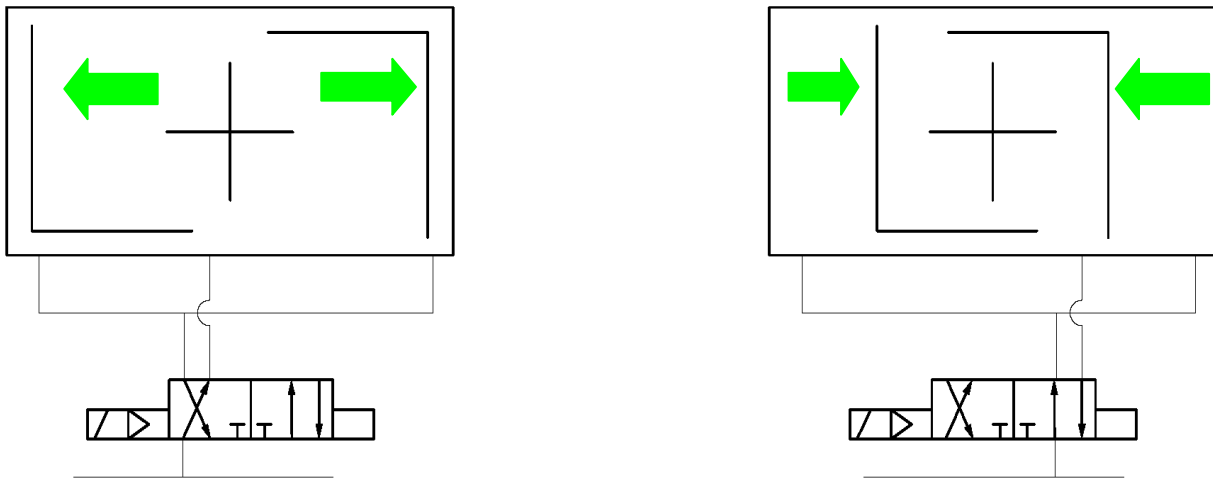

Imagen 1: Esquemas de conexiones para actuadores de doble efecto Ebx.1 SYD
▶ actuadores de doble efecto EBx.1 SYD están representados en la imagen 1